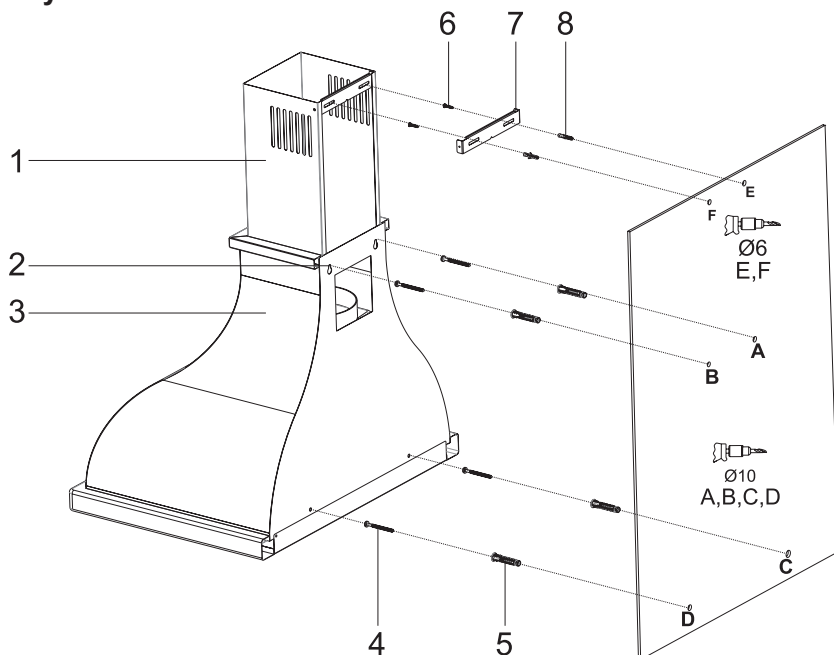

Рис. 10: МОНТАЖ ТА КОМПОНЕНТИ
- Приклейте монтажний шаблон на стіні на заданій висоті (див. мінімальні та максимальні відстані, призначені для робочої поверхні, в монтажному шаблоні). Свердління отворів А, В, С і D (Рис. 10).
- Вставте $\varnothing 10$ мм дюбелі (5) в отвори, просвердлені в точках А, В, С і D і затягніть гвинти (4) в точках А, В, С і D таким чином, щоб залишалось 5 мм простору між головкою гвинта та стіною (Рис. 10).
гвинтів 3,9 x 22 (Сторінка 16 Рис. 10)
- Витяжка встановлюється в центрі, а потім сполучна пластина димоходу (3) безпосередньо кріпиться до стіни, під кришкою або точки Е та F позначаються після виконання вимірювання. (Сторінка 16 Рис. 10)